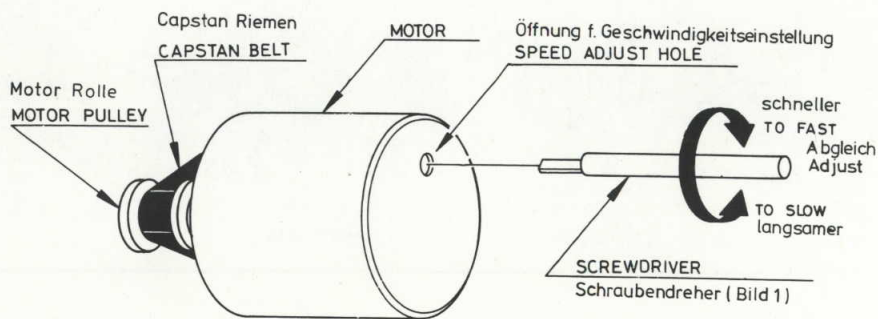

Bild 4
- 2.4 Sollte die Bandgeschwindigkeit nicht den angegebenen Wert haben, Abdeckung abnehmen und den Einstellregler am Motor genau einjustieren. - Bild 4 -